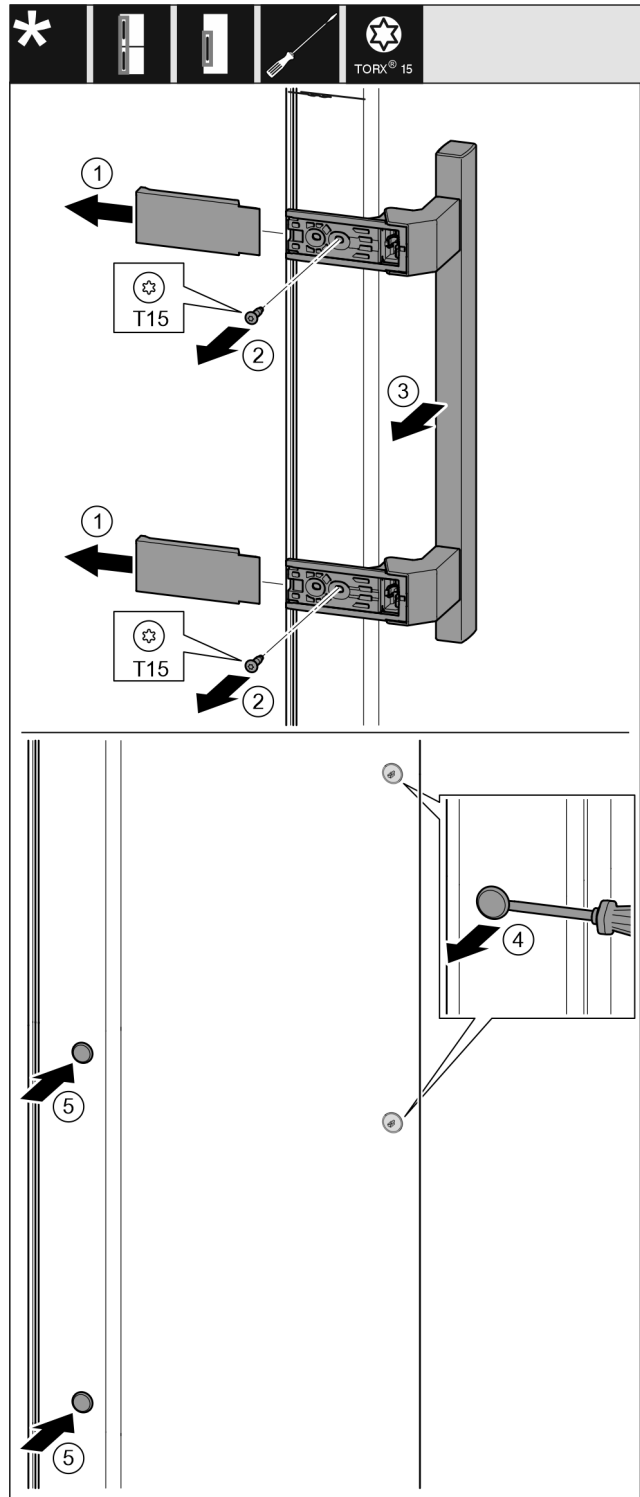

Fig. 10
- ▶ Húzza le a fedelet. Fig. 10 (1)
- ▶ Csavarja ki a csavarokat a Torx 15 csavarhúzóval. Fig. 10 (2)
- ▶ Vegye le a fogantyút. Fig. 10 (3)
- ▶ Óvatosan emelje meg az oldalsó dugókat egy lapos csavarhúzóval, és húzza ki őket. Fig. 10 (4)
- ▶ Helyezze be a dugókat a másik oldalon. Fig. 10 (5)